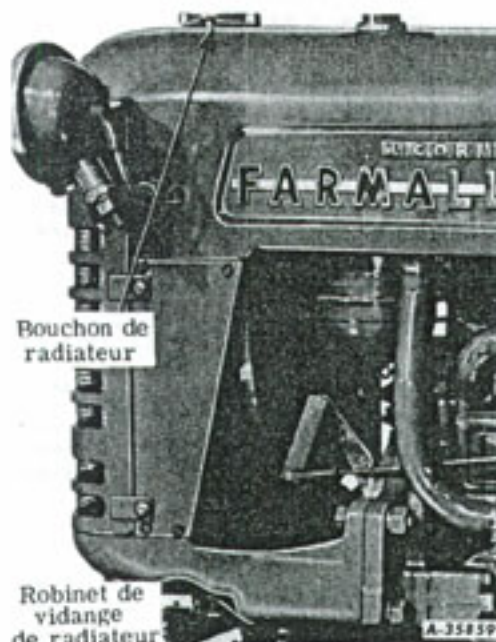

Figure 26 - Système de refroidissement
1. Retirez le bouchon de vidange situé à la partie inférieure gauche du radiateur. Voyez figure 26.
La capacité du système de refroidissement est d'environ 9 litres (9 3/4 US Quarts). Assurez-vous que le bouchon de vidange du radiateur (figure 26) est bien fermé; puis remplissez le radiateur jusqu'à un niveau légèrement inférieur au bas du goulot de remplissage, ce qui permet la dilatation du liquide de refroidissement dans des conditions normales d'utilisation. Utilisez de l'eau propre; nous vous recommandons l'emploi d'eau douce ou d'eau de pluie car elle ne contient pas de substances alcalines qui forment du tartre risquant de boucher les passages d'eau.
Vidangez le système de refroidissement en enlevant le bouchon à la partie inférieure gauche du radiateur, (figure 26). Laissez le système se vider complètement avant de remettre le bouchon en place.